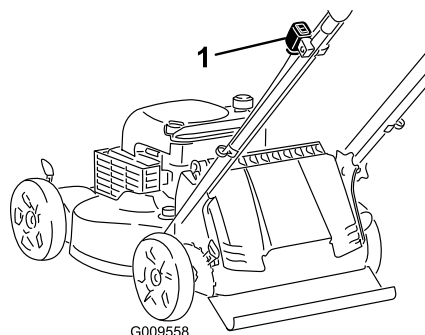

Figura 11
1. Si el interruptor de encendido de su cortacésped (Figura 11) es un interruptor basculante (con “T” y “Stop”), ponga el interruptor en la posición (“T”). Si no, vaya al paso 2.